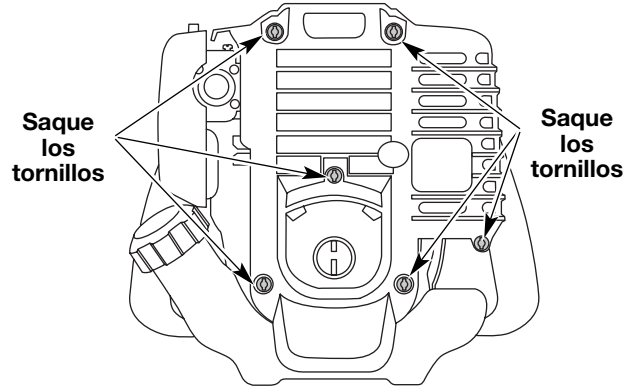

Fig. 27
- Quite los seis (6) Tornillos de encima de la tapa del motor con un destornillador de pala o Torx #25 (Fig. 27).
- Saque la cubierta del motor (Fig. 27).